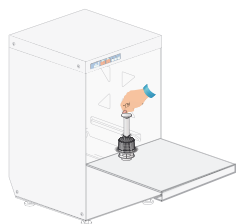

Fig. 13
- Contrôler si le filtre est bien placé dans son propre siège (Fig. 13 - Fig. 14).
- Introduire le tube du trop plein dans son logement situé à l'intérieur de la cuve (Fig. 13 - Fig. 14).